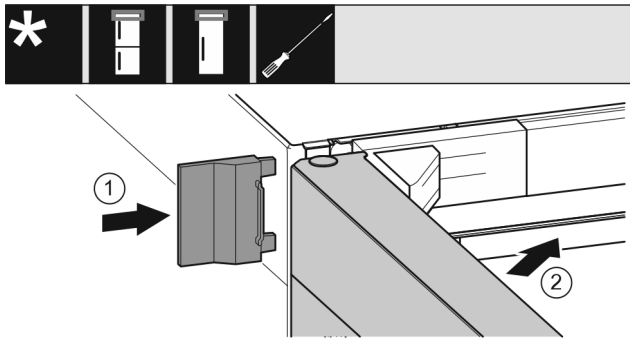

Fig. 35
- ▶ Нахлузете външния капак. Fig. 35 (1)